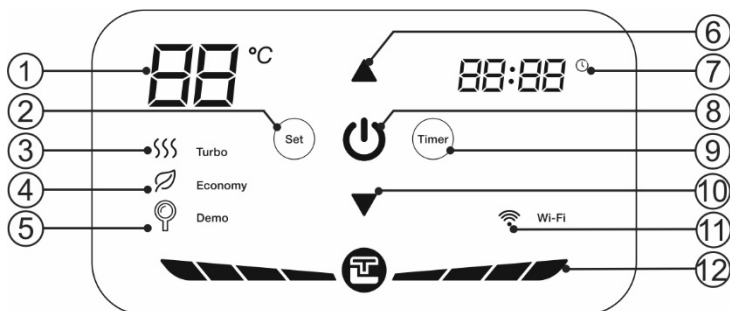

Рисунок 3. Панель управления
Рисунок 3: 1 – указатель температуры, 2 – кнопка «Set», 3 – индикатор «Turbo», 4 – индикатор «Economy», 5 – индикатор «Demo», 6 – кнопка «▲», 7 – указатель времени, 8 – кнопка «I/O», 9 – кнопка «Timer», 10 – кнопка «▼», 11 – индикатор «Wi-Fi» (опционно для моделей Wi-Fi), 12 – индикатор нагрева.
Включение/выключение ЭВН осуществляется кнопкой «I/O» на панели управления (Рис. 3, п.8), при этом на светодиодный индикатор показывает заданную температуру нагрева. Режим «Turbo» включается автоматически, при этом максимальная мощность составляет 2000 Вт. В процессе эксплуатации ЭВН потребитель может выбирать температуру нагрева при помощи двух клавиш «▲» «▼» (Рис. 3, п.6 и п.10). При кратковременно нажатии клавиш значение температуры будет изменяться на 1 градус в секунду, при долговременном нажатии – на 5 градусов в секунду. Диапазон регулировки температуры составляет от 30°C до 75°C, а температура по умолчанию составляет 75°C. Нажмите кнопку «Set», чтобы переключить ЭВН в экономичный режим «Economy». При переходе в экономичный режим включается индикатор экономичного режима, и температура будет заблокирована на значении 55°C при мощности нагрева 1300 Вт. В экономичном режиме температуру нельзя регулировать вручную. Нажмите кнопку «Set» снова, чтобы выйти из экономичного режима.
1. Установка времени включения. указатель времени (Рис. 3, п.7) должен светиться. Нажмите кнопку «Set», установить значение ЧАСЫ с помощью кнопок «▲»
«▼» (Рис. 3, п.6 и п.10). Кратковременное нажатие изменяет значение +1/-1, длительное нажатие - +5 /-5. Диапазон значения ЧАСЫ: 0-23. Повторно нажмите «Set», установите значение минуты таким же способом.
2. Установка времени выключения. После установки времени включения нажмите кнопку «Set», иконка должна мигать. Нажмите кнопку «Set», установить значение ЧАСЫ с помощью кнопок «▲» «▼» (Рис. 3, п.6 и п.10). Кратковременное нажатие изменяет значение +1/-1, длительное нажатие - +5 /-5. Диапазон значения ЧАСЫ: 0-23. Повторно нажмите «Set», установите значение минуты таким же способом.
3. При установке значения ЧАСЫ таймер отключится, если кнопок кнопок «▲» «▼» (Рис. 3, п.6 и п.10) не касаться более 5 секунд.